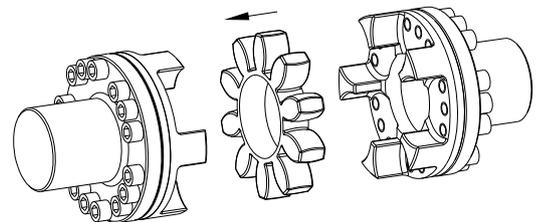

Figura 24: montaje de la estrella
- Instale la estrella o elementos DZ dentro de la sección de levas de la brida del lado de accionamiento o conducido (ver figura 24).